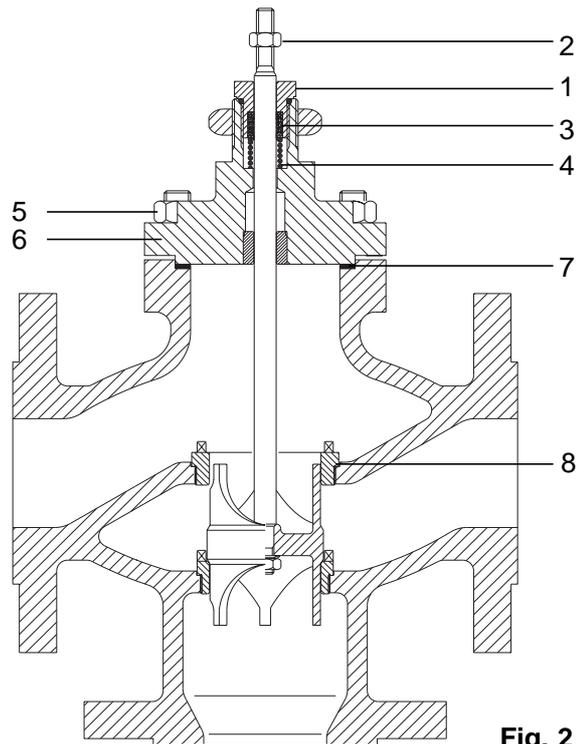

Fig. 2
Saque la empaquetadura (3) con el resorte (4) y limpie su alojamiento. Limpie el vástago de la válvula e inspeccione por si hay daños. Si está dañado, cámbielo. El óxido superficial erosionará enormemente los salientes obturadores de los sellos de chevron, y causará el fallo prematuro del prensaestopas. Inserte una nueva empaquetadura (ver Fig. 2 o 3). Lubrique los sellos de PTFE chevron con una ligera capa de grasa de silicona antes de insertarlos. Los salientes obturadores deben encararse a la dirección de la presión. Deslice la tuerca del prensaestopas por el vástago y apriete con cuidado.
Aíse la válvula de control y libere la presión. Ponga el actuador en su posición media. Con la ayuda de las instrucciones de Instalación y Mantenimiento, desmonte el actuador de la válvula. Fijándose en las Fig. 2 ó 3, afloje la tuerca del prensaestopas (1). Afloje las tuercas hexagonales (5) y desmonte el cabezal (6).
1.2.1 Válvulas mezcladoras (Fig. 2)